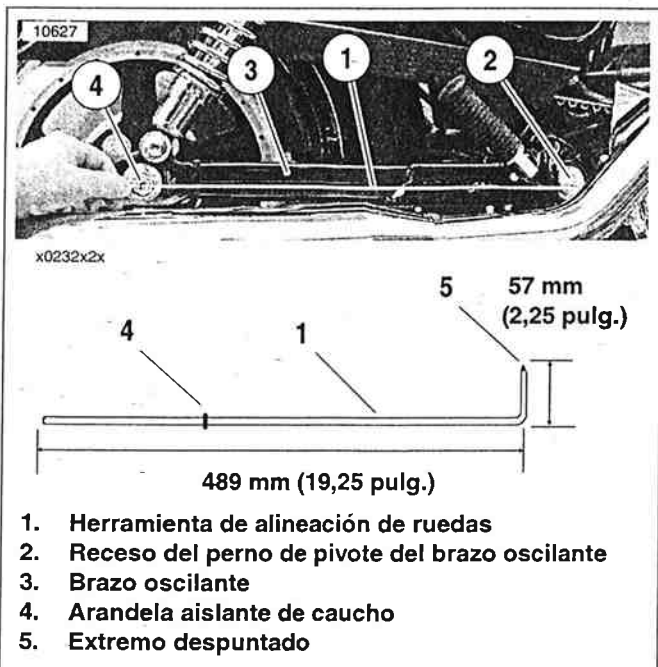

Figure 1-45. Revisión de la alineación de la rueda utilizando la herramienta de alineación de ruedas
1. Vea la Figure 1-45. Fabrique una herramienta de alineación (1) usando un pedazo de varilla de soldadura de aluminio de 3,175 mm (1/8 pulg.) de diámetro y 546 mm (21,5 pulg.) de largo. Esmerile un extremo hasta despuntarlo. Use alicates para doblar la varilla a un ángulo de 90 grados a 57 mm (2,25 pulg.) del extremo despuntado como se muestra. Coloque una arandela aislante de ajuste de caucho (4) en la varilla para usarla como indicador de medida deslizante.
2. Inserte el extremo con punta de la herramienta de alineación en el receso del perno de pivote del brazo oscilante en el lado derecho del brazo oscilante (3). Deslice la arandela aislante de caucho a lo largo del eje de la herramienta hasta que se alinee con el centro del eje trasero. Mida la distancia del extremo con punta de la herramienta de alineación a la arandela. Repita la medición en el lado izquierdo del brazo oscilante.